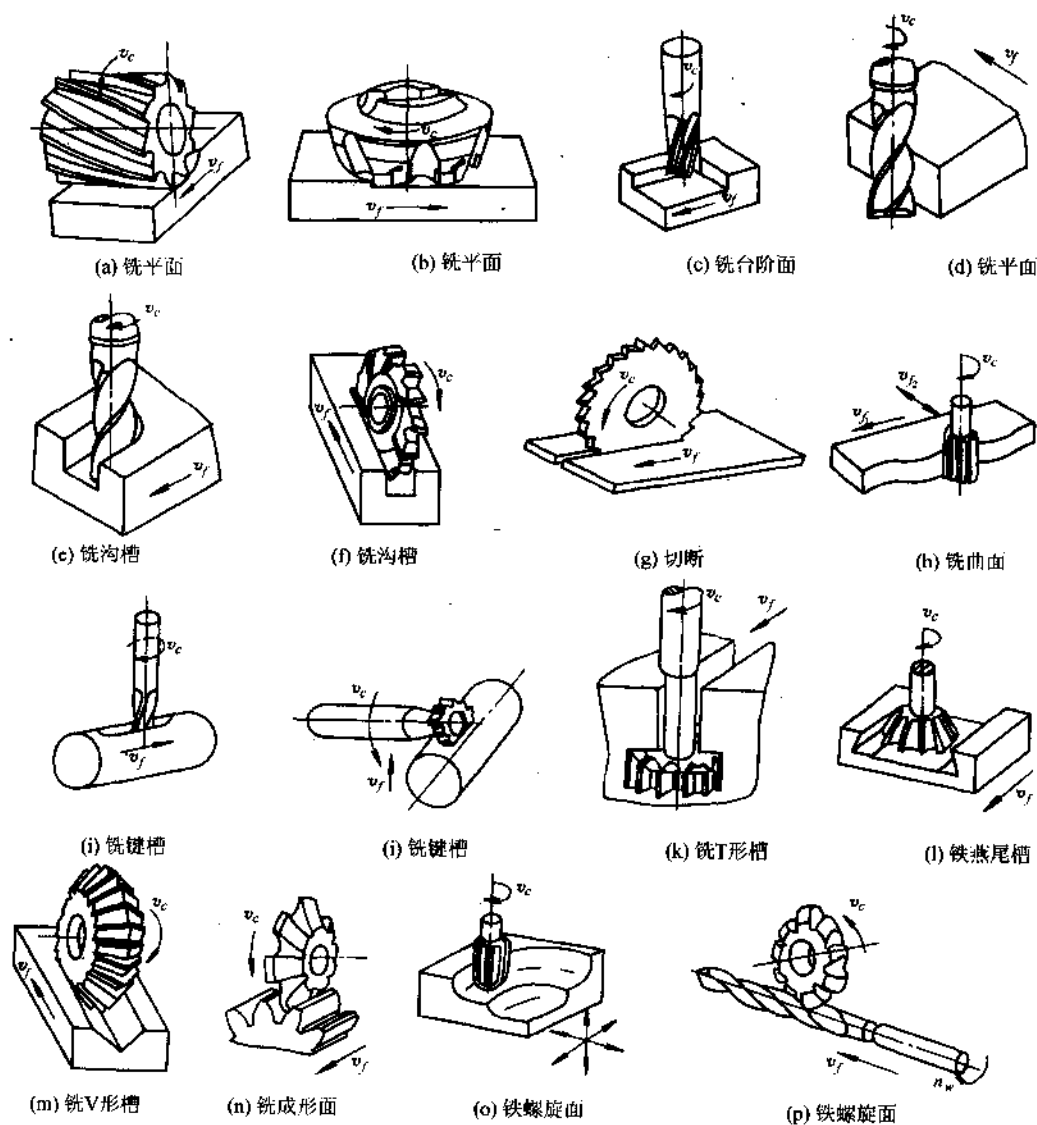

图 1-2-5 常用铣刀类型及加工特点
(1) 将准备好的各种铣刀摆放在工作台上,学生观察各种铣刀的形状和特点,教师讲解各类常用铣刀的特点及加工范围,具体应用如图1-2-5所示。
(2) 观察不同类型铣刀的材料,区分整体式铣刀和镶齿式铣刀各是用什么材料制成的,思考这是为什么。